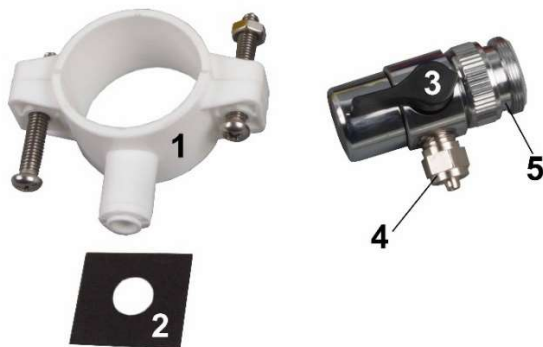

Fig. 2:
1. Conecte la conexión del grifo a un grifo adecuado; si es necesario, deberá insertar una pieza adaptadora [un adaptador (Fig. 2, nº 5) se incluye en el envío]. Desde la conexión del grifo (Fig. 2, nº 4) se va con un trozo de manguera a la entrada de agua del grifo del sistema. Con la ayuda del grifo (Fig. 2, nº 3), puede cambiar entre la extracción de agua del grifo y el funcionamiento del sistema de ósmosis.
2. Conecte la manguera de agua residual (Fig. 1, nº 14). Utilizando la abrazadera adjuntada (Fig. 2, nº 1), la manguera de aguas residuales también puede conectarse directamente a una tubería de aguas residuales adecuada. Para ello, es necesario realizar previamente un orificio de unos 5 mm en la tubería. La junta cuadrada (fig. 2, nº 2) debe colocarse entre la abrazadera y el orificio. Sin embargo, para reducir el riesgo de recontaminación bacteriana, es aconsejable no conectar la manguera de aguas residuales a la tubería de aguas residuales, sino dejar que gotee en el desagüe.